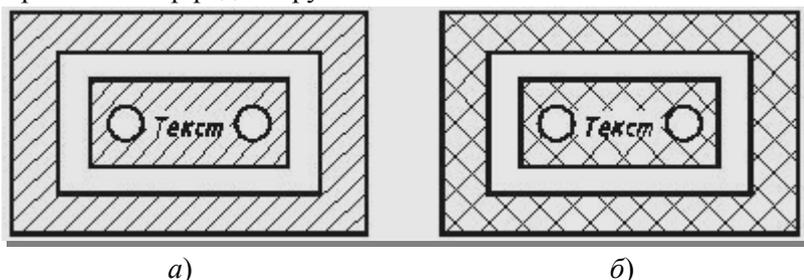

Рис. 7.29. Штриховка области а) до редактирования, б) после редактирования
Рассмотрим использование команды редактирования штриховки на примере чертежа, изображенно-го на рис. 7.29, а. Изменим способ штриховки и расстояние между линиями штриховки.
3. В диалоговом окне измените расстояние между линиями штриховки в поле **Spacing** (Интервал) с 3-х до 5 мм и установите флажок в окне **Double**. Просмотрите изображение с помощью кнопки **Preview** (Просмотр) и выйдите из диалогового окна, щелкнув на кнопке **OK**. На экране появится исходный контур с внесенными изменениями (рис. 7.29, б).